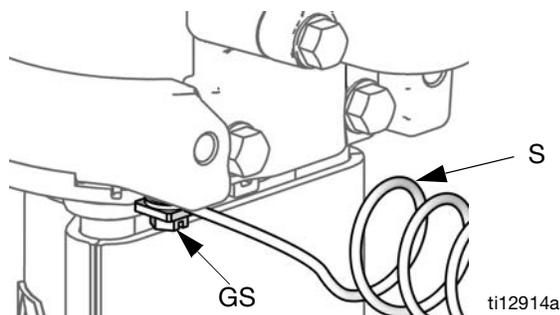

図 3. ポンプを接地します
ポンプ: 図 3 を参照ください。アースネジ (GS) がエアモーターに取り付けられていて、しっかりと締まっていることを確認します。アースワイヤ (S) のもう一端を大地接地してください。